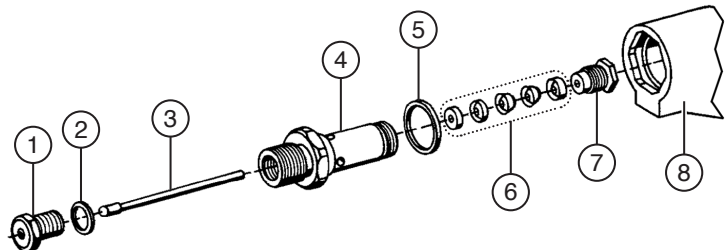

Fig. 17: Empaquetadura y aguja de la válvula
3. Introduzca la llave hexagonal suministrada en uno de los taladros del manguito guía (véase Fig. 17 en página 41).
4. Gire el manguito guía hasta que el tornillo prisionero esté colocado entre el escote del cuerpo de la pistola (véase Fig. 17 en página 41).